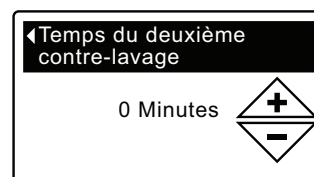

FIG. 55
- 8e. **Temps du deuxième contre-lavage** : Appuyez sur le bouton HAUT (▲) ou BAS (▼) pour modifier la durée du second lavage à contre-courant. Maintenez le bouton enfoncé pour faire défiler rapidement. La plage de réglage du second contre-lavage est 0 - 15 minutes (cf. Figure 55).